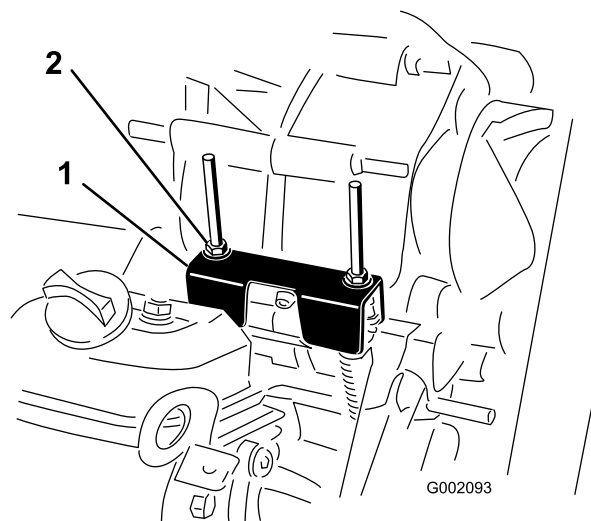

Figure 61
Lors des entretiens courants et/ou des diagnostics du moteur, vous devez placer la boîte-pont au POINT MORT (Figure 61). La position POINT MORT de l'inverseur de marche commande le point mort de la boîte-pont. Procédez comme suit pour vérifier que le point mort de l'inverseur de marche actionne correctement le point mort de la boîte-pont :
2. Vérifiez que la patte de réglage du point mort est à la position POINT MORT (au même niveau que le support de fixation du câble situé sous la patte d'inversion de marche) en tournant l'embrayage (Figure 61).
3. Tournez un des contre-écrous (Figure 61) pour obtenir un espace de 0,76 à 1,52 mm entre le bas de l'écrou/la rondelle et la patte de réglage du point mort.